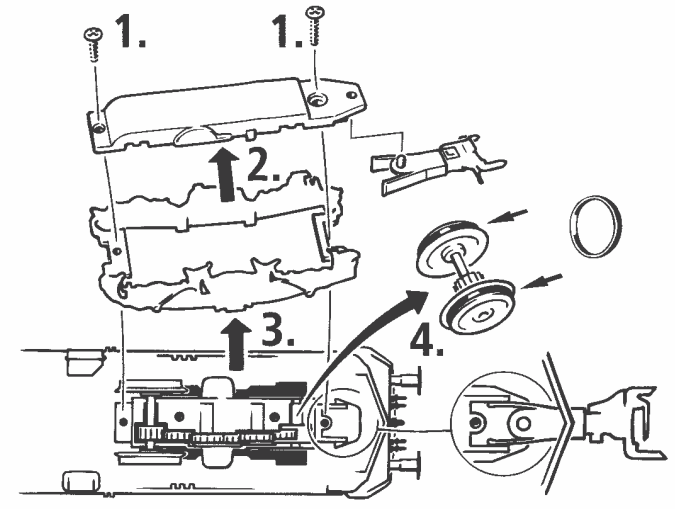

Fig. 7
4. Kohlebürstenwechsel: Lokgehäuse abnehmen (Fig. 3). Danach wird der Motor ausgebaut und die Kohlebürsten ausgewechselt (Fig. 7).
4. Carbon Brush Changing: First remove loco body (fig. 3), and then the motor (fig. 7).
4. Remplacement des balais du moteur: Démontez la caisse (voir fig. 3). Démontez ensuite le moteur et échangez le balais (fig. 7).